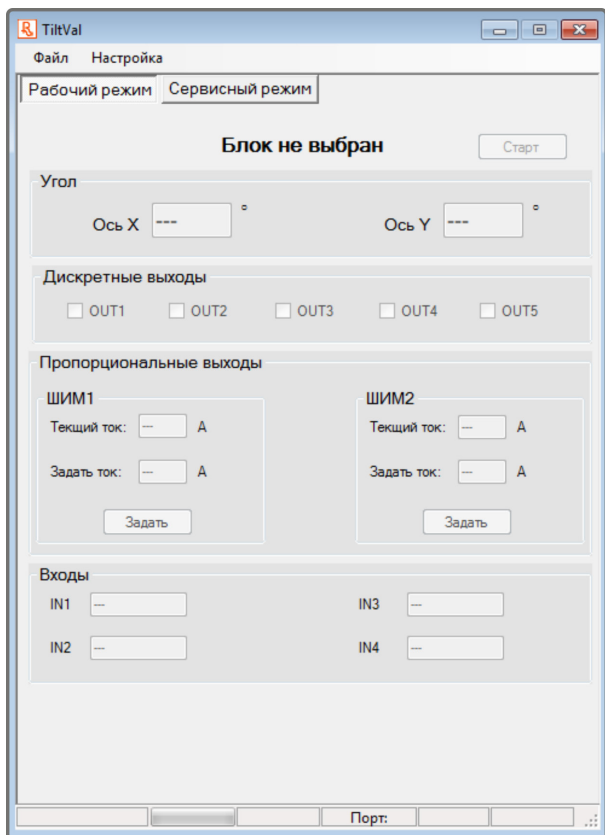
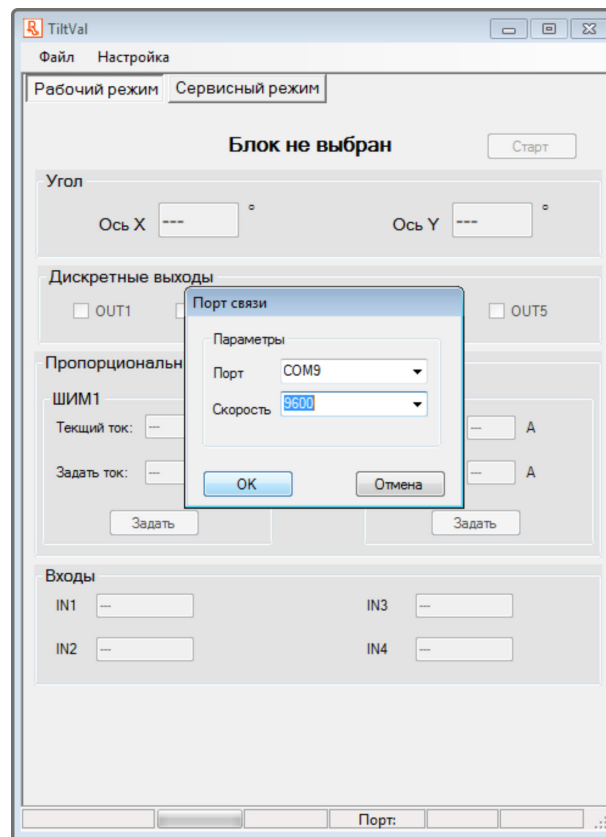
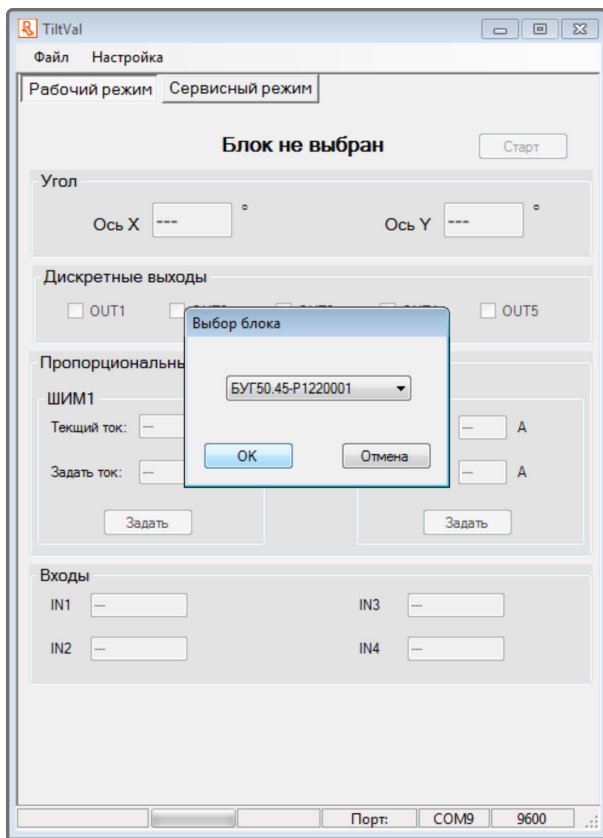
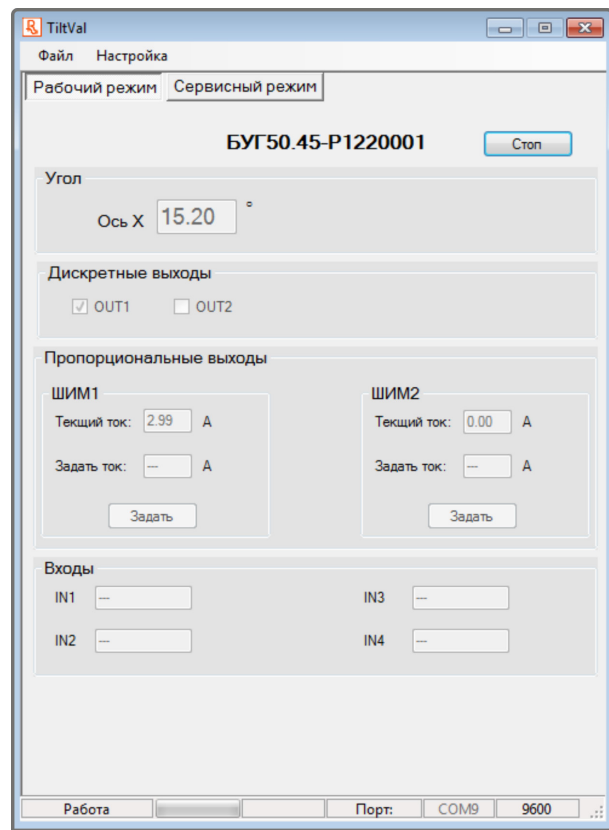

Рисунок 2 Вид окна программы после запуска
Рисунок 3. Настройка порта связи
Рисунок 4. Выбор модификации БУГ5
Рисунок 7. Отображение текущего состояния БУГ5
3. Запустить на компьютере ПО, откроется окно (рисунок 2). Нажать кнопку «Старт». Программа автоматически произведет попытку подключения к блоку управления, используя настройки соединения из предыдущего сеанса связи. Если программа на данном компьютере запускается впервые, необходимо настроить порт для связи (рисунок 3) и выбрать модификацию БУГ5 (рисунок 4). В случае успешного подключения в правом нижнем углу окна программы появится статус «Работа» и начнут отображаться текущие данные от блока управления (рисунок 7).